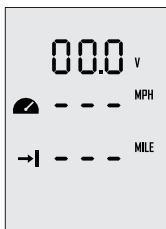

Abb. 6-1
Schritt 1: Im eingeschalteten Zustand drücken Sie die „**M**“ Taste ca. 2 Sekunden, um zu den benutzerdefinierten Einstellungen zu gelangen (siehe Abb. 6-1). Der Benutzer kann nach seinen Vorlieben die Anzeigeeoptionen auswählen.
Schritt 2: Im Menü der benutzerdefinierten Einstellungen wird die momentan einzustellende Option blinkend dargestellt. Durch Drücken der „**^**“ Taste können Sie die anderen Optionen dieser Einstellung sehen. Beispiel: Wenn in Abb. 6-1 „V“ blinkt, bedeutet es, dass Sie an dieser Stelle andere Optionen auswählen können. Durch Drücken der „**^**“ Taste wird die Anzeige von „V“ auf „%“ gewechselt. D. h. anstatt der Spannung wird der Batteriestand angezeigt.